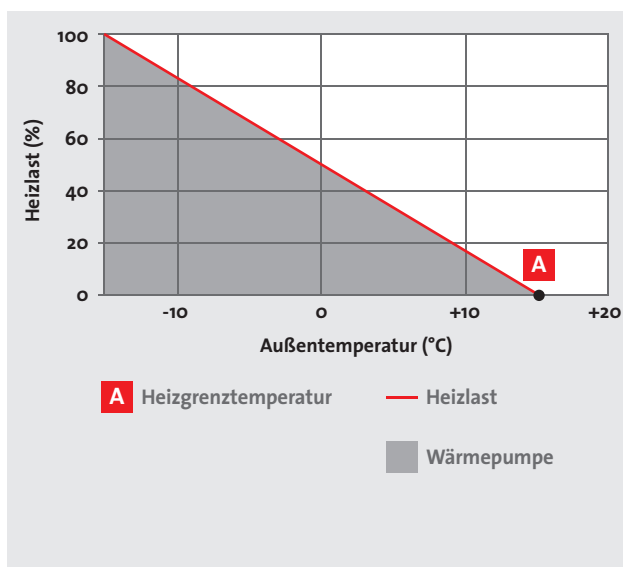

Abb. 33: Monovalenter Betrieb
- Monovalenter Betrieb (Abb. 33)